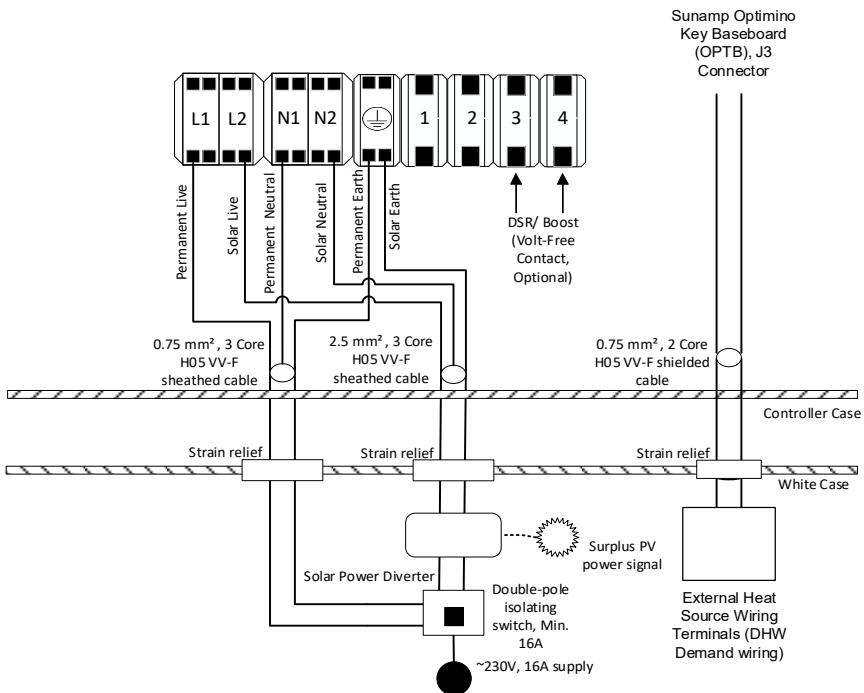

Figura 12 – Cablaggio della batteria termica Thermino xPlus con deviatore fotovoltaico
- Con collegamento per l'impianto fotovoltaico, seguire la Sezione 6.4.2, Figura 12.
Assicurarsi che i collegamenti 1 e 2 siano stati rimossi (v. Figura 12) e che il deviatore fotovoltaico moduli la tensione in corrente alternata (AC).